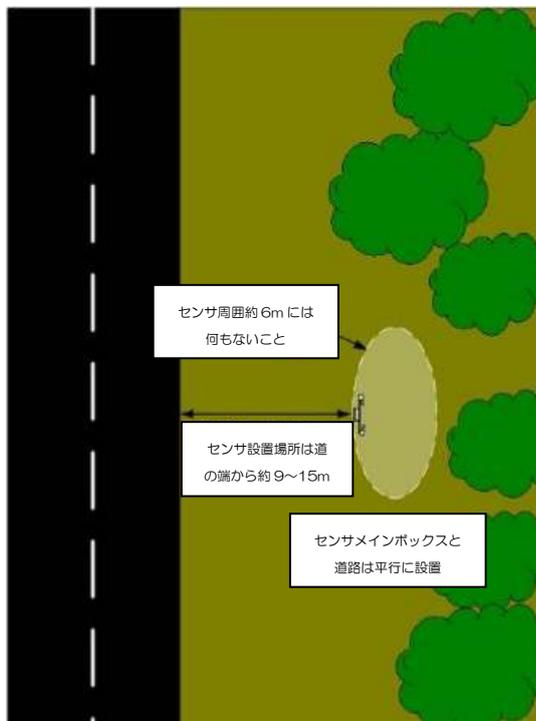

図2. 道路脇での視程計設置例
- 道路脇に設置する場合はメインボックスと道路が並行になるように設置してください(図2 参照)